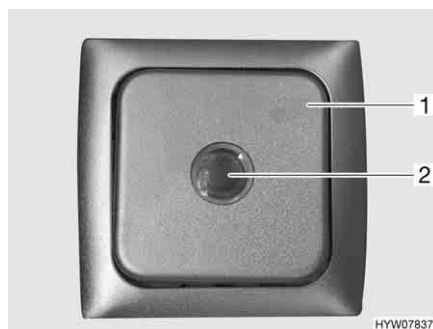

Fig. 163 Interruttore per riscaldamento elettrico del pavimento
- Premere l'interruttore a bilico (Fig. 163,1). La spia di controllo nell'interruttore (Fig. 163,2) si accende.
- Premere l'interruttore a bilico (Fig. 163,1). La spia di controllo (Fig. 163,2) nell'interruttore si spegne.